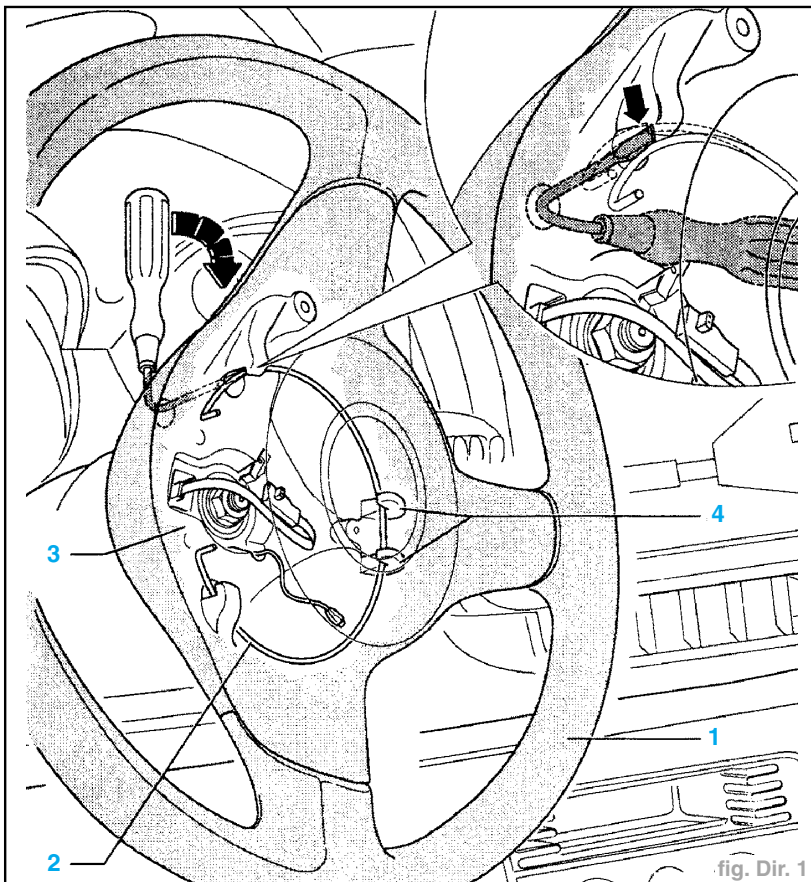

fig. Dir. 1
- Tourner le volant de direction (1) jusqu'à ce que les branches horizontales soient à la verticale. Tirer complètement sur la colonne de direction et la pousser dans la position inférieure (fig. Dir. 1).